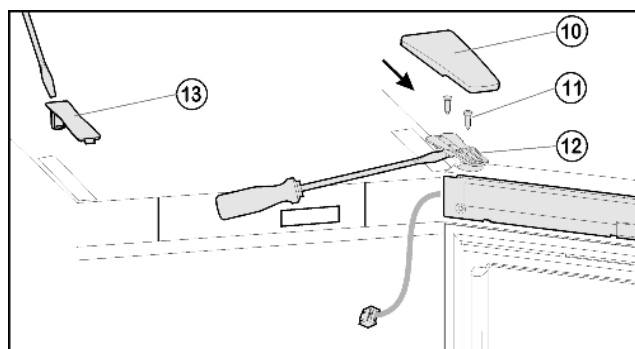
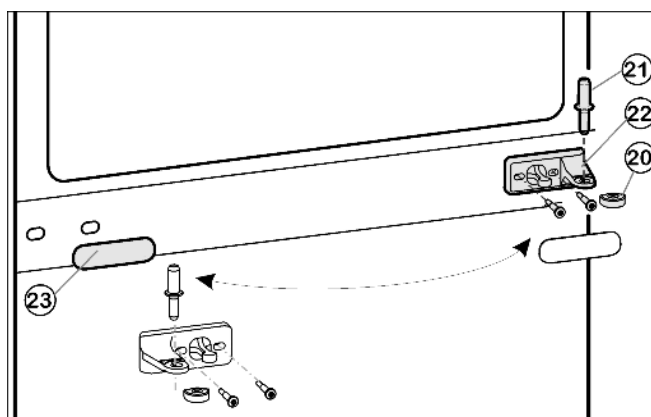
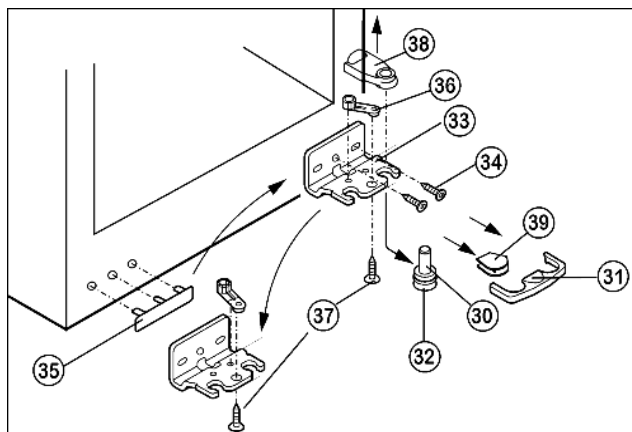

Fig. 5
Fig. 6
Fig. 7
- ▶ Вытяните крышку Fig. 5 (10) вперед и снимите крышку Fig. 5 (13).
- ▶ Отпустите винты Fig. 5 (11).
- ▶ Снимите дверцу вместе с опорным кронштейном Fig. 5 (12) и кабелем вверх. Для снятия, возможно, понадобится осторожно подцепить опорный кронштейн снизу шлицевой отверткой.
- ▶ Вытащите из опорного кронштейна и нижней дверцы средний опорный палец Fig. 6 (21).
- ▶ Пластмассовый колпачок Fig. 6 (20) снимите.
- ▶ Снимите средний опорный кронштейн Fig. 6 (22).
- ▶ Осторожно снимите накладку Fig. 6 (23).
- ▶ Открутите средний опорный кронштейн Fig. 6 (22) и прикрутите его с поворотом на 180° на новую сторону шарнира.
- ▶ Снова защелкните накладку Fig. 6 (23) на стороне, где теперь будет ручка.
- ▶ Нижнюю крышку Fig. 7 (31) снимите движением вперед.
- ▶ Нижнюю крышку Fig. 7 (39) снимите.*
- ▶ Снимите крышку Fig. 7 (38) вверх.*
- ▶ Полностью вверните регулируемую опору Fig. 7 (32).
- ▶ Вытяните опорный палец Fig. 7 (32) вниз и вперед. При этом следите за гнездом шарнира Fig. 7 (30).
- ▶ Открутите опорный кронштейн Fig. 7 (33) (2 шт. Torx 25) Fig. 7 (34).
- ▶ Открутите опорную деталь Fig. 7 (36) (1 Torx 25) Fig. 7 (37) и, переставив в отверстие на противоположной стороне опорного кронштейна, снова прикрутите.
- ▶ Осторожно приподнимите и переставьте крышку Fig. 7 (35) со стороны ручки.
- ▶ Снова прикрутите опорный кронштейн Fig. 7 (33) на новой стороне шарнира, при необходимости с помощью аккумуляторного шуруповерта через внешний продольный паз и круглое отверстие.
- ▶ Снова слегка наклоните устройство назад и переставьте опорный палец Fig. 7 (32).
- ▶ Установите дверь сверху на опорный палец Fig. 7 (32).
- ▶ Вставьте средний опорный палец Fig. 6 (21) через средний опорный кронштейн Fig. 6 (22) в нижнюю дверцу.
- ▶ Установите пластмассовый колпачок Fig. 6 (20).
► Установите верхнюю дверцу на средний опорный палец Fig. 6 (21), закройте дверцу и установите верхний опорный кронштейн Fig. 5 (12) так, чтобы он защелкнулся в верхней стороне устройства.
► Прикрутите опорный кронштейн Fig. 5 (12). При необходимости просверлите отверстия или используйте аккумуляторную отвертку.
► Защёлкните крышку Fig. 5 (10) и крышку Fig. 5 (13).
► При необходимости выравнивайте дверцы через два продольных паза в нижнем опорном кронштейне Fig. 7 (33) и среднем опорном кронштейне Fig. 6 (22) параллельно корпусу устройства, затем затяните винты.
► Снова защелкните крышку Fig. 7 (31) на опорном кронштейне снизу.